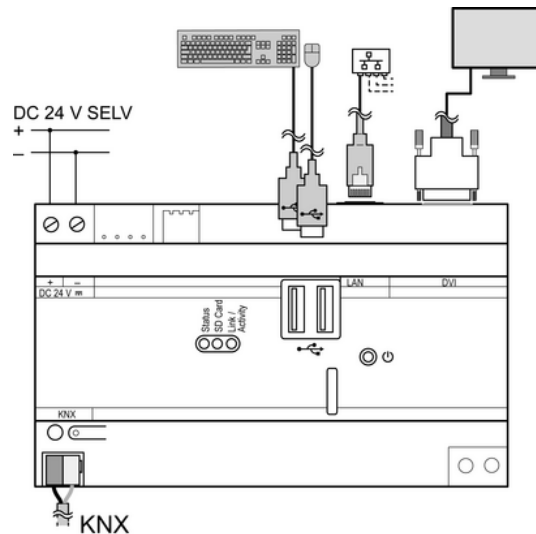

Bild 2: Anschlussbeispiel
- Spannungsversorgung, Tastatur, Maus, Netzwerkleitung, Monitor und KNX-Leitung entsprechend Anschlussbeispiel anschließen (Bild 2).